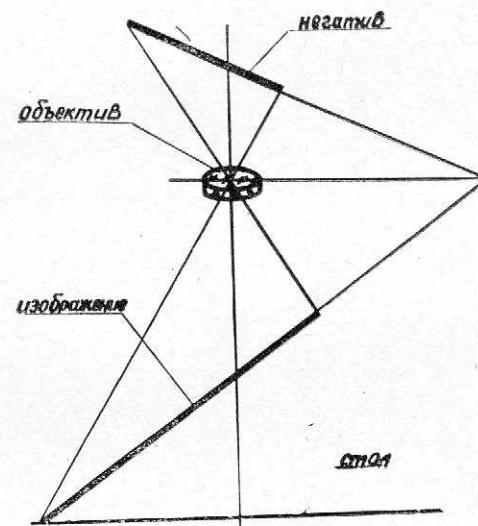

Рис. 15. Схема построения изображения в фотоувеличителе
При трансформировании снимков необходимым условием является наклон плоскостей негатива и изображения, как показано на рис. 15.
- для получения резкого изображения производите ручную подфокусировку и наклоняйте плоскость столика навстречу наклону плоскости негатива, как показано на рис. 15;